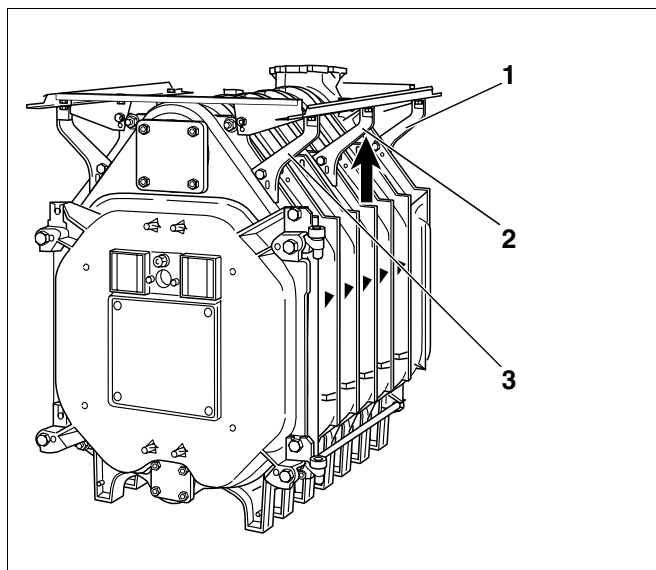

Fig. 39 Positionner les traverses longitudinales
- Positionner les traverses longitudinales d'aplomb et visser les consoles à fond sur l'élément avant et arrière (fig. 39, **pos. 1 et 3**).
- Appuyer les consoles intermédiaires (fig. 39, **pos. 2**) par le dessous contre les traverses longitudinales et visser fermement sur le bloc chaudière.